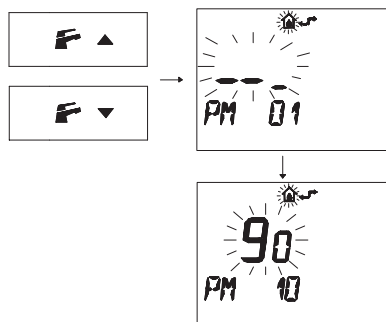

Figura 5.52
- Premere i pulsanti **PM** (left), **▼** or **PM** (right), **▲** per visualizzare la programmazione "**PM10**" selezione della frequenza di accensione (Figura 5.52).
Nella Figura 5.52 si visualizza un SET programmato di **90** corrispondente ad un tempo di riaccensione di 3 minuti circa.